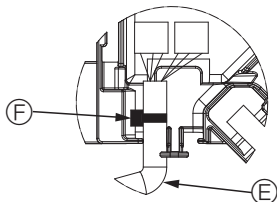

Fig. 5-11
- Coloque a banda que segura o fio do motor de palhetas do painel na caixa de conexão tal como exibido no diagrama. (Fig. 5-11)